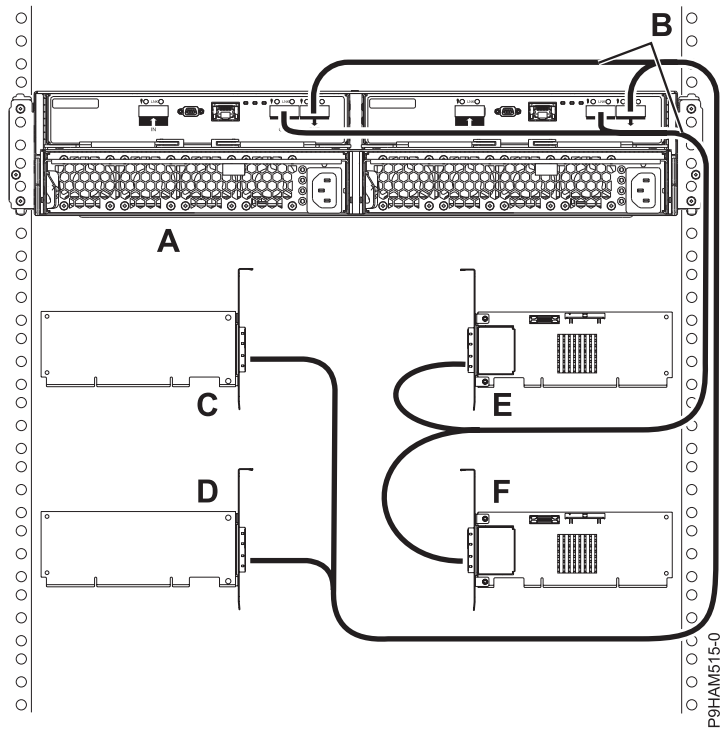

Figura 29. Conexión de la modalidad 4 de un alojamiento de unidad de disco 5887 utilizando cables X a cuatro adaptadores SAS independientes
20. Lleve a cabo una conexión de modalidad 4 de un alojamiento (A) utilizando cables X (B) a cuatro adaptadores SAS independientes (C, D, E y F), tal como se muestra en la Figura 29 en la página 28, y, a continuación, siga con “Conexión de los cables, cables de alimentación e instalación de cubiertas” en la página 29.